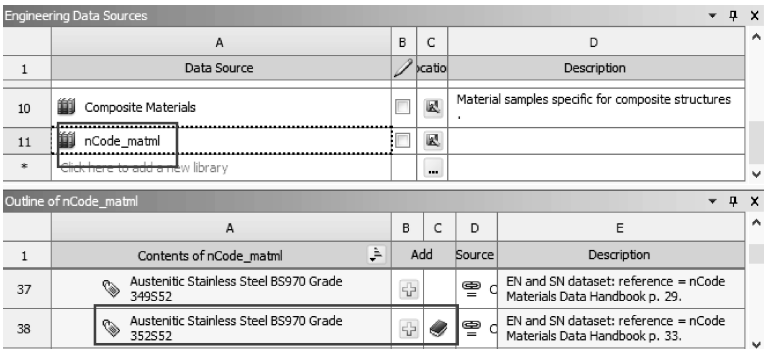

图 9-20 创建材料
(1) 编辑工程数据单元：右键单击【Engineering Data】→【Edit】。
(2) 在工程数据属性中增加材料：在 Workbench 的工具栏中单击 工程材料源库，此时的主界面显示【Engineering Data Sources】和【Outline of Favorites】。选择 A12 栏【nCode_matml】，从【Outline of nCode_matml】里查找奥氏体不锈钢【Austenitic Stainless Steel BS970 Grade 352S52】材料，然后单击【Outline of General Material】表中的添加按钮，此时在 C38 栏中显示标示，表明材料添加成功，如图 9-20 所示。注：若初次使用 nCode 材料库，则可通过 Click here to add a new library，找到 nCode Design Life 安装目录\GlyphWorks\mats，并选择 nCode_matml.xml，添加到工程数据。